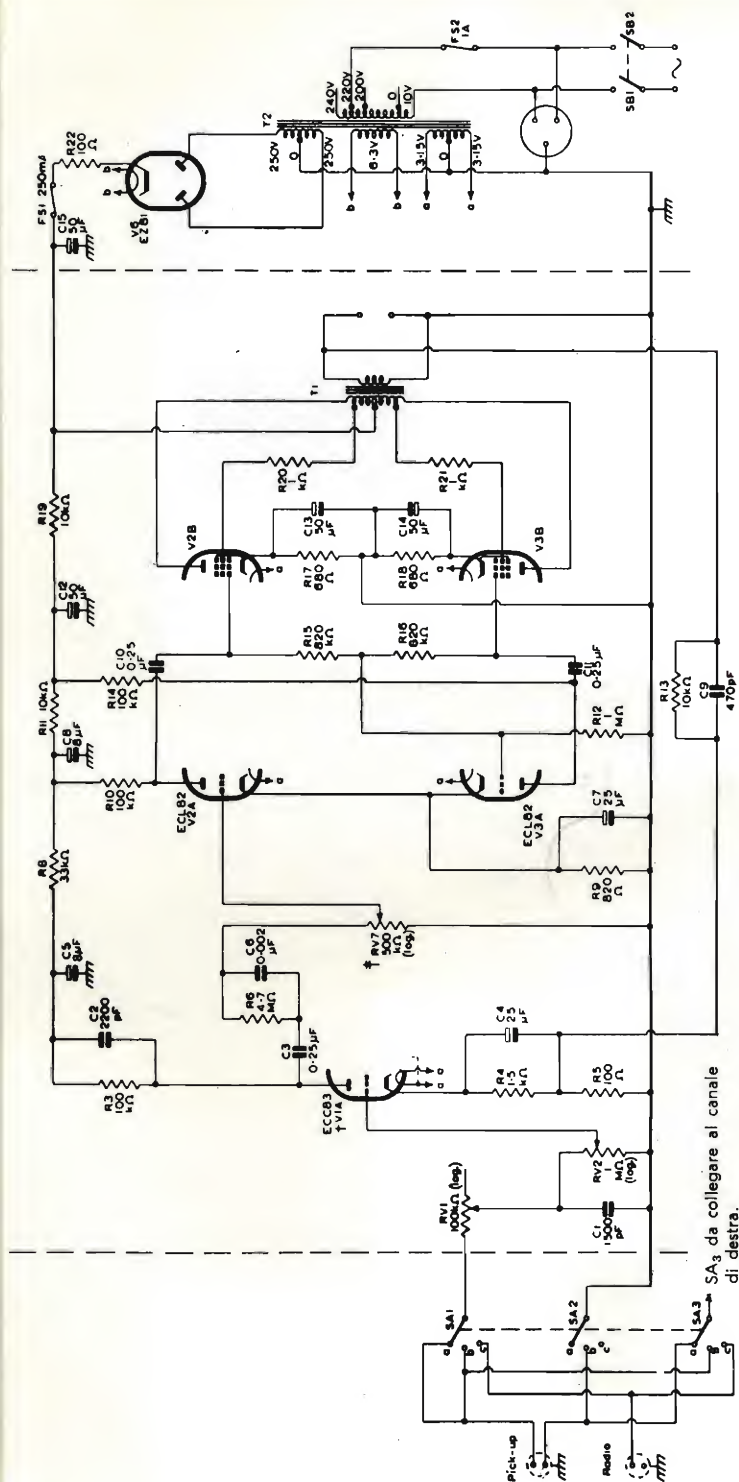

Fig. 3 - Schema elettrico del circuito dell'amplificatore stereofonico da 7 W (è indicato soltanto il canale di sinistra).
Lo schema rappresentato in fig. 3 è quello di un amplificatore bicanale di alta qualità progettato appositamente per la riproduzione stereofonica e capace di offrire una buona prestazione anche per riproduzione monoaurale. Nella figura è stato disegnato il circuito relativo ad un solo canale; la parte compresa tra le linee verticali tratteggiate appartiene al canale di sinistra e deve essere ripetuta identicamente per quello di destra. La parte di circuito esterna alle linee tratteggiate (la alimentazione, per esempio) è comune ai due canali.
Gli stadi d'ingresso dei due canali sono collegati al selettore a 3 vie SA. Le posizioni indicate in fig. 3 offrono le seguenti possibilità di utilizzazione:
- riproduzione monoaurale a due canali con prelievo del segnale da un normale fonorivelatore. In questo caso viene mantenuto, rispetto all'utilizzazione precedente, il collegamento del terminale d'ingresso del canale di sinistra ( $a = b$  per  $SA_1$  in fig. 3) e i due canali sono collegati in parallelo. Nella posizione  $b$  di  $SA_2$  viene collegato a massa il terminale della testina stereofonica che era precedentemente collegato con l'ingresso del canale di destra (posizione  $a$  di  $SA_3$ ). Se il contatto  $b$  di  $SA_3$  viene collegato a massa anziché al contatto  $b$  di  $SA_1$  si può ottenere la riproduzione monoaurale utilizzando un singolo canale.
- riproduzione monoaurale a due canali con prelievo del segnale da un sintonizzatore a modulazione di frequenza. I morsetti d'ingresso della fig. 3 sono predisposti per la riproduzione monoaurale. Se il contatto  $c$  di  $SA_3$  viene collegato anziché al contatto omonimo di  $SA_1$ , all'altro morsetto d'ingresso (in fig. 3 radio), il circuito può essere usato per la riproduzione di trasmissioni stereofoniche. Se ancora lo stesso contatto  $c$  di  $SA_3$  è messo a massa, il sistema può essere usato per la riproduzione monoaurale, ad un solo canale, del segnale prelevato dal sintonizzatore a modulazione di frequenza.
La percentuale di distorsione armonica totale viene misurata applicando all'ingresso un segnale continuo sinusoidale a 400 Hz. Con la controeazione di 21 dB. e per una potenza d'uscita di 7 W per canale, la distorsione risulta sempre inferiore allo 0,5 % (v. fig. 3).